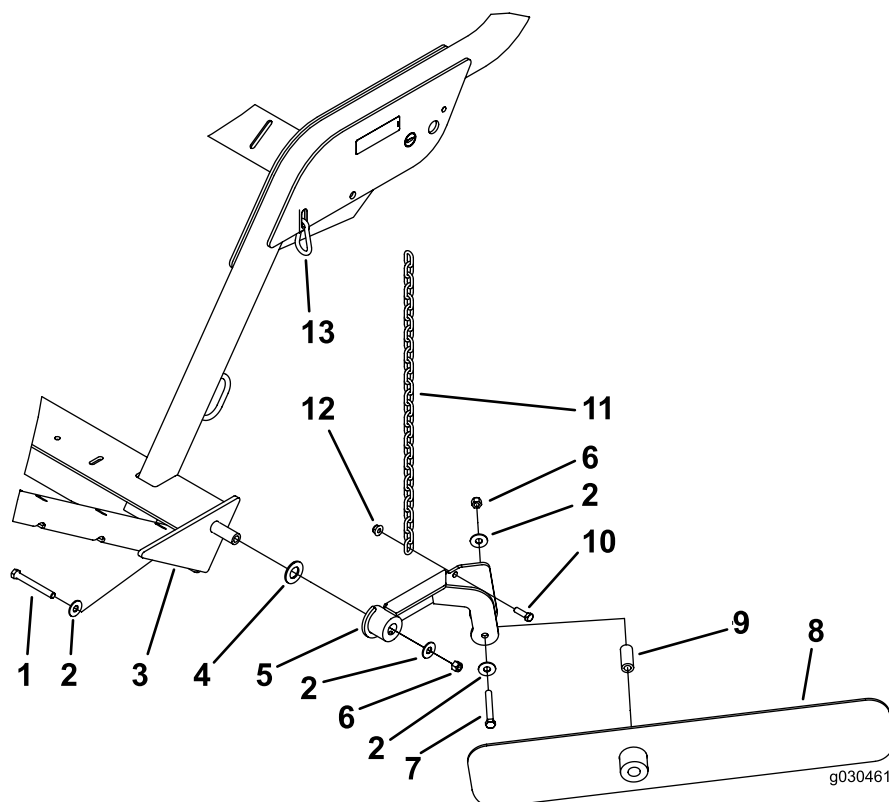

Figura 15
Nota: Coloque los componentes según se muestra en Figura 15.
2. Sujete el deflector al conjunto de montaje con un perno (7/16" x 3/4"), 2 arandelas planas, un espaciador y una contratuercas (7/16"). Monte los componentes tal y como se muestra en Figura 15.
3. Fije la cadena al conjunto de montaje del deflector con un perno (3/8 x 1 1/4") y una tuerca con arandela prensada (3/8") (Figura 15).
4. Fije el otro extremo de la cadena a la ranura del bastidor con el mosquetón (Figura 15).